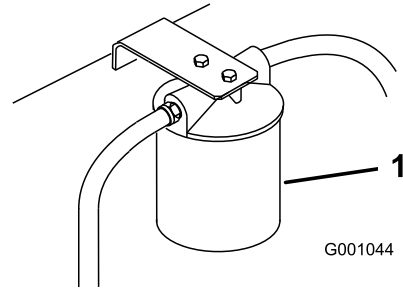

Figura 54
3. Coloque un recipiente bajo el filtro, retire el filtro usado y limpie con un paño la superficie de la junta del adaptador del filtro (Figura 54).